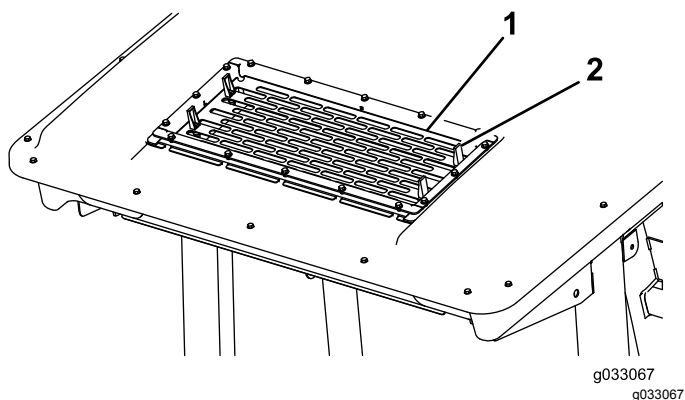

図 56
2. エアコン用スクリーンのタブ4個 (図 56) を外してスクリーンを取り外す。